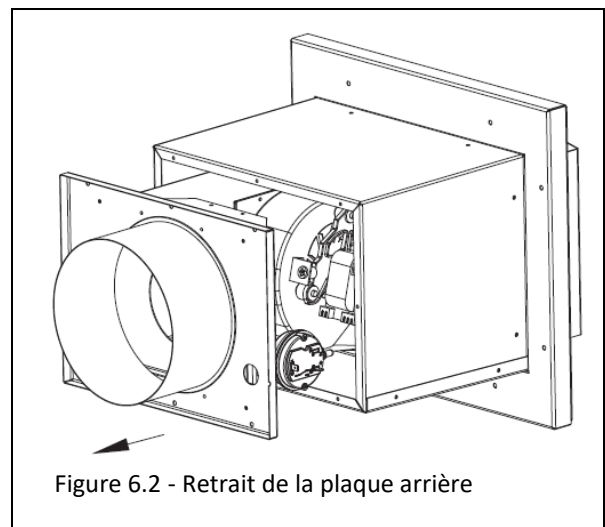

Figure 6.2 - Retrait de la plaque arrière
3. Glissez l'évacuateur pour le sortir par l'arrière du chapeau. Voir Figure 6.2.